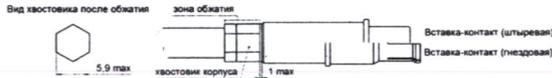

Рисунок 12
4.3 Вставить хвостовик корпуса в окно «А» матрицы, предварительно установленной в обжимные клещи на расстоянии не более 1,0 мм (рисунок 12).